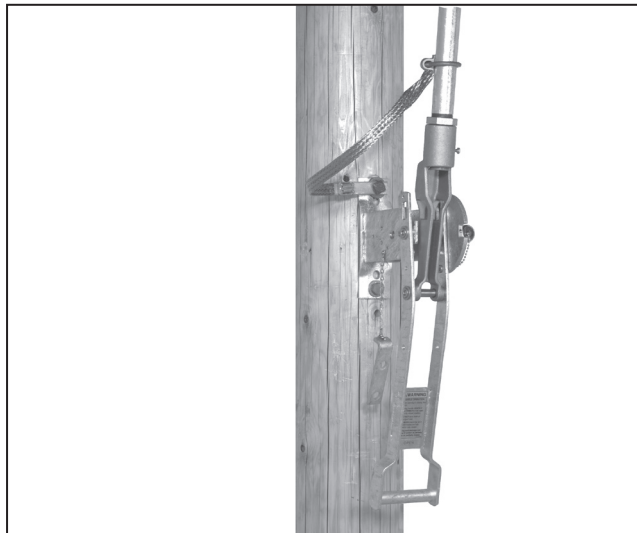

Figura 34. Remoción de la barra de bloqueo y desenganche del perno de la llave de bloqueo.
PASO 30. Retire el candado de la barra de bloqueo en el ensamble de la palanca de operación. Retire la barra de bloqueo. Ver Figura 34.